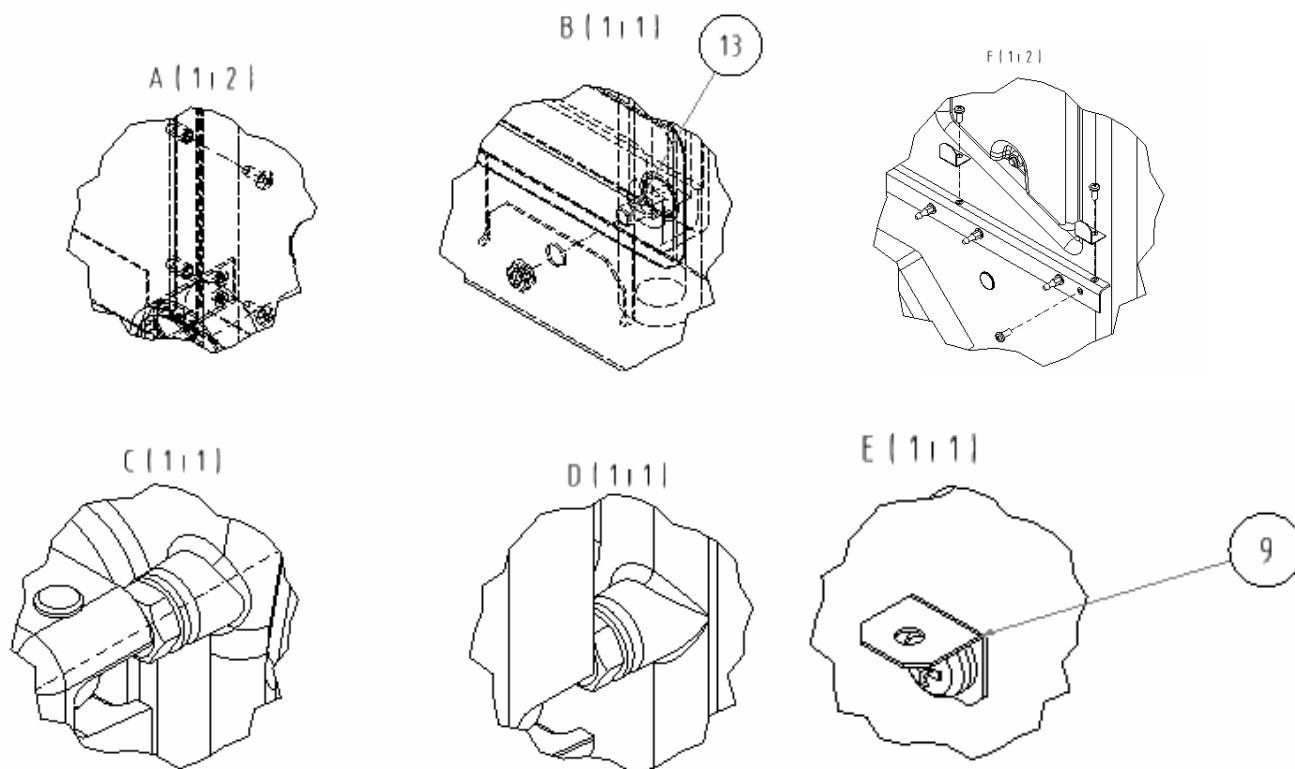

Abb. Nr. 7 Kesselummantelung
3. Nach Abb. Nr. 7 Kessel **Hercules U 24** ummanteln.